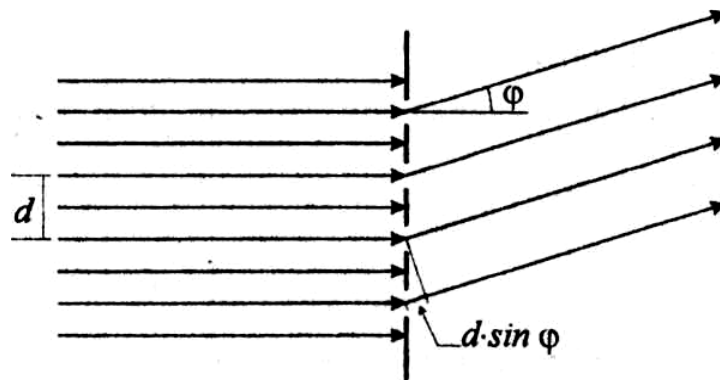

Рис. 12.3. Схема дифракция на решетке
**Дифракционной решеткой** называется система параллельных между собой щелей. Каждая щель дает свою дифракционную картину. Дифракционные картины от каждой щели решетки будут накладываться друг на друга и интерферировать между собой. Если разность хода  $\Delta$  лучей от соседних щелей решетки при наблюдении света под углом  $\varphi$  (рис. 12.3) будет равна целому числу длин волн, то они будут усиливать друг друга и в этом направлении будем наблюдать максимум интенсивности. Если разность хода будет равна нечетному числу полуволн, то волны от соседних щелей будут взаимно погашаться и при этом значении  $\varphi$  будет наблюдаться минимум интенсивности. Разность хода  $\Delta$  от двух соседних щелей равна